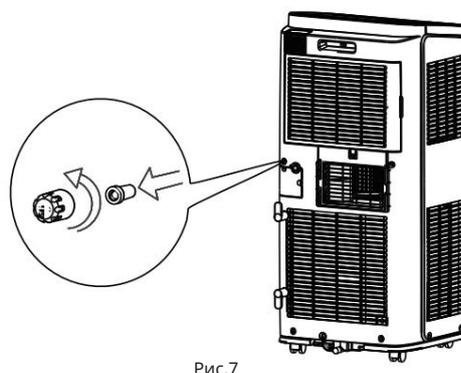

Рис.7
(1) Снимите колпачок непрерывного слива 1, повернув его против часовой стрелки, затем снимите резиновую пробку 2 с носика. (Как показано на рис.7)